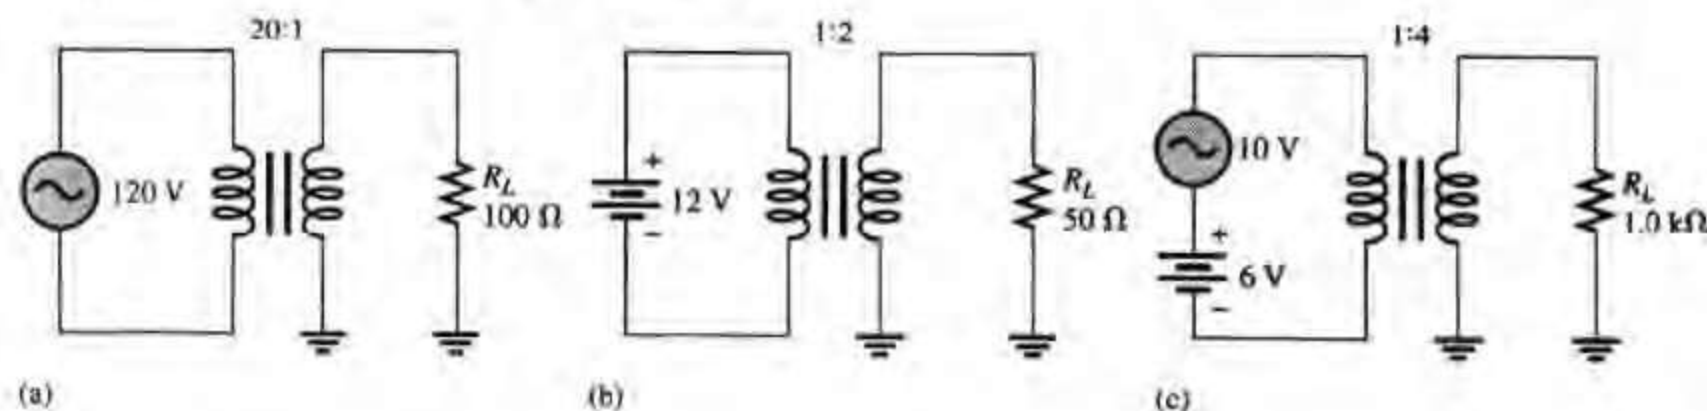

图 15.50
参见图 15.50(c)
19. 图 15.50 中,每个负载两端的电压为多少?